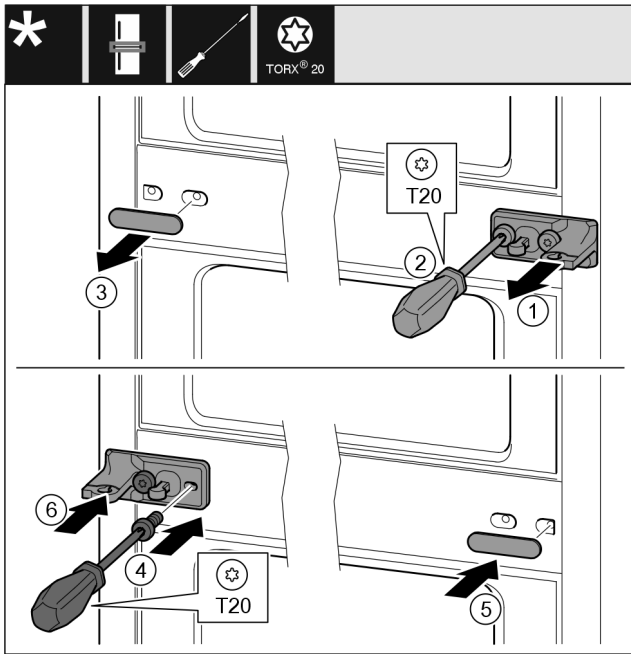

Fig. 14
- Retirer la rondelle Fig. 14 (1).
- Retirer les vis Fig. 14 (2) avec un tournevis.
- Retirer le cache Fig. 14 (3) avec précaution.
- Visser fermement le support de palier avec film Fig. 14 (4) tourné de 180° de l'autre côté.
- Installer le cache Fig. 14 (5) tourné de 180° de l'autre côté.
- Insérer la rondelle Fig. 14 (6).